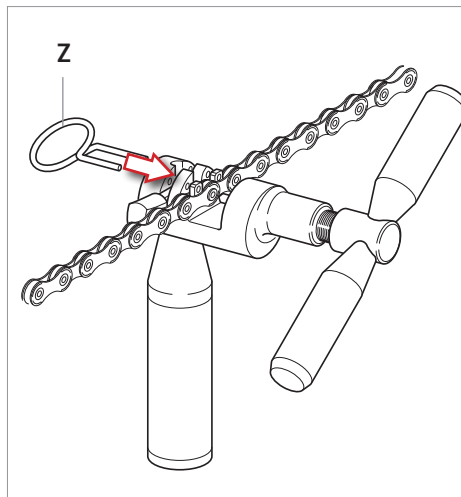

Fig.17
- Inserite la maglia da chiudere nelle apposite sedi (Fig. 17).
- Bloccate la maglia tramite l'apposito dispositivo di blocco (Z - Fig. 17).